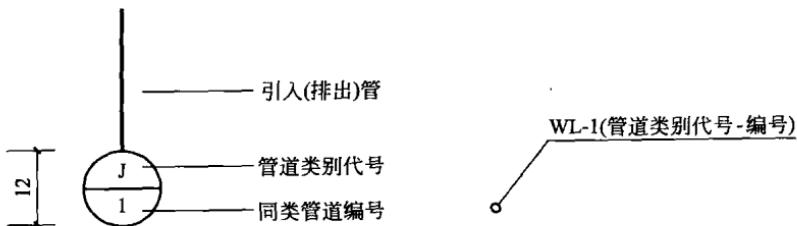

图 1-7 给水引入(排水排出)管编号表示法
(1) 当建筑物的给水引入管或排水排出管的数量超过一根时，宜进行编号，编号宜按图 1-7 的方法表示。